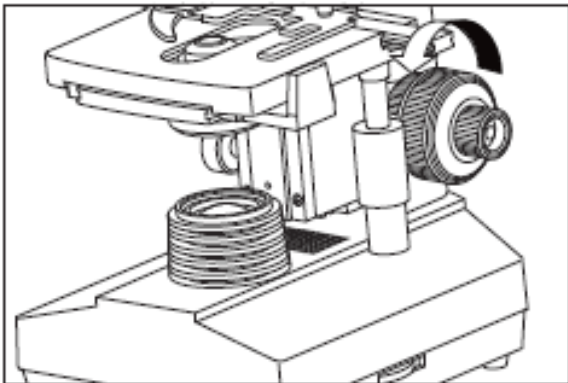

図5
**3 対物レンズの取り付け（図5、6）**
- ① メカニカルステージ（移動載物台）の支持装置下限移置に達するまで粗動ハンドルを調節します。
- ② 倍率が最も低い対物レンズを左右どちらかの側からレボルバーにねじ込んでから、レボルバーを時計方向に回しながら、倍率が低いものから高いものへ順番に他の対物レンズを組み込んで行ってください。